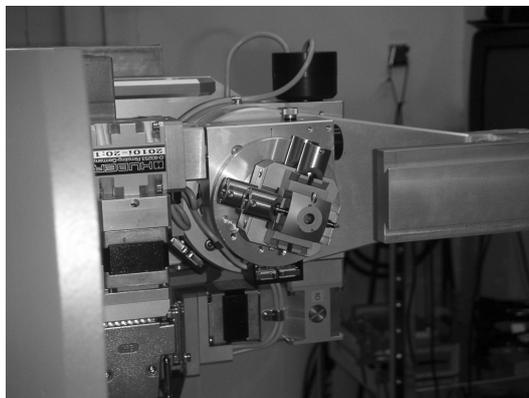

図 4: アナライザー台取り付け
4. 図 4 に示す， $p\theta$ 軸に，図 4 のように，アナライザー用の XY ステージを取り付ける．